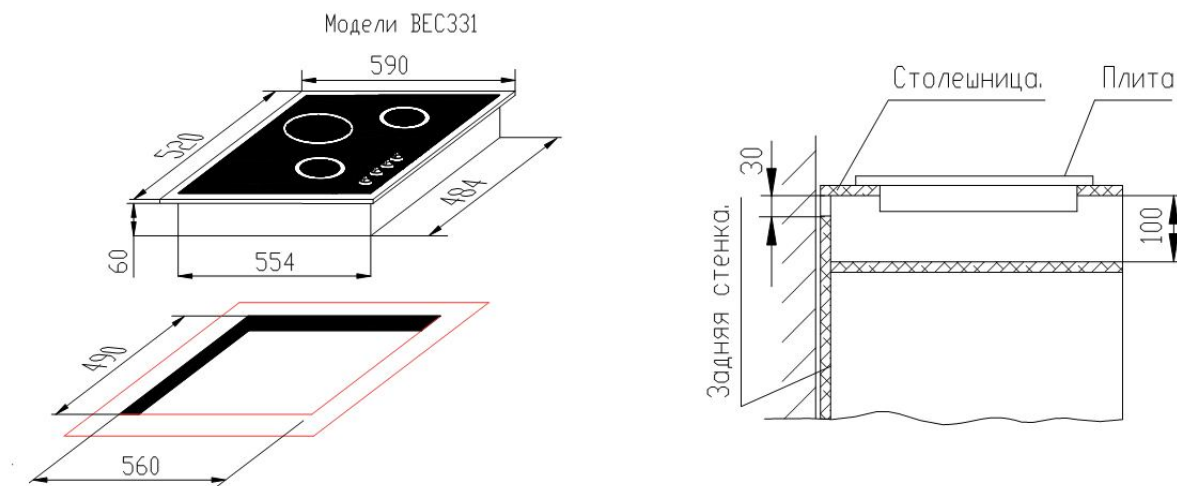

Рис.1
4.1. Конструкция панели рассчитана на установку в рабочий стол с толщиной столешницы, равной 30 или 40 мм. Минимальные расстояния от плиты до окружающей мебели 50мм. Размеры выреза под панель и размеры отсека должны соответствовать рис. 1.
4.3. Выполнить в столешнице вырез согласно рис. 1 и проверить входимость панели в вырез столешницы.